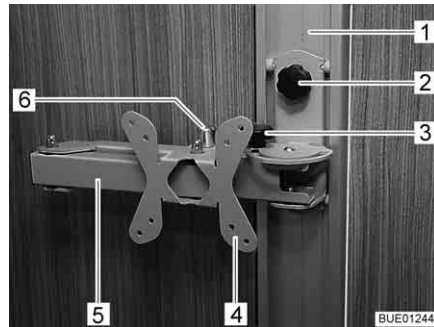

Fig. 48 Soporte sobre riel
- Soltar el tornillo de torniquete (Fig. 48,2) y desplazar el soporte (Fig. 48,4) del riel (Fig. 48,1) hasta la altura deseada.
- Aflojar el tornillo de torniquete (Fig. 48,3).
- Tirar del botón de desbloqueo (Fig. 48,6). El brazo articulado (Fig. 48,5) estará desbloqueado.
- Volver a apretar el tornillo de torniquete (Fig. 48,3).
- Girar la pantalla plana de regreso a la posición inicial hasta que el brazo articulado (Fig. 48,5) engatille en el bloqueo de forma audible.
- Soltar el tornillo de torniquete (Fig. 48,2), desplazar el soporte (Fig. 48,4) hasta la altura deseada, y volver a apretar el tornillo de torniquete.